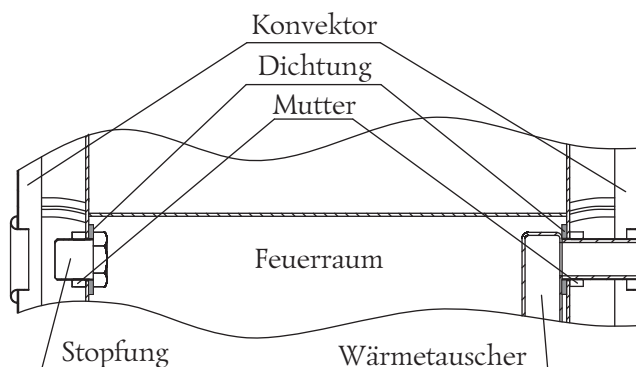

Bild 10. Demontage des Wärmetauschers und der Ofenklappen «Angara 2012»
3. 2 Schraubenmutter losdrehen und Wärmetauscher aus Öffnungen ausziehen und abnehmen (Bild 10), Scheiben bleiben auf den Stützen;